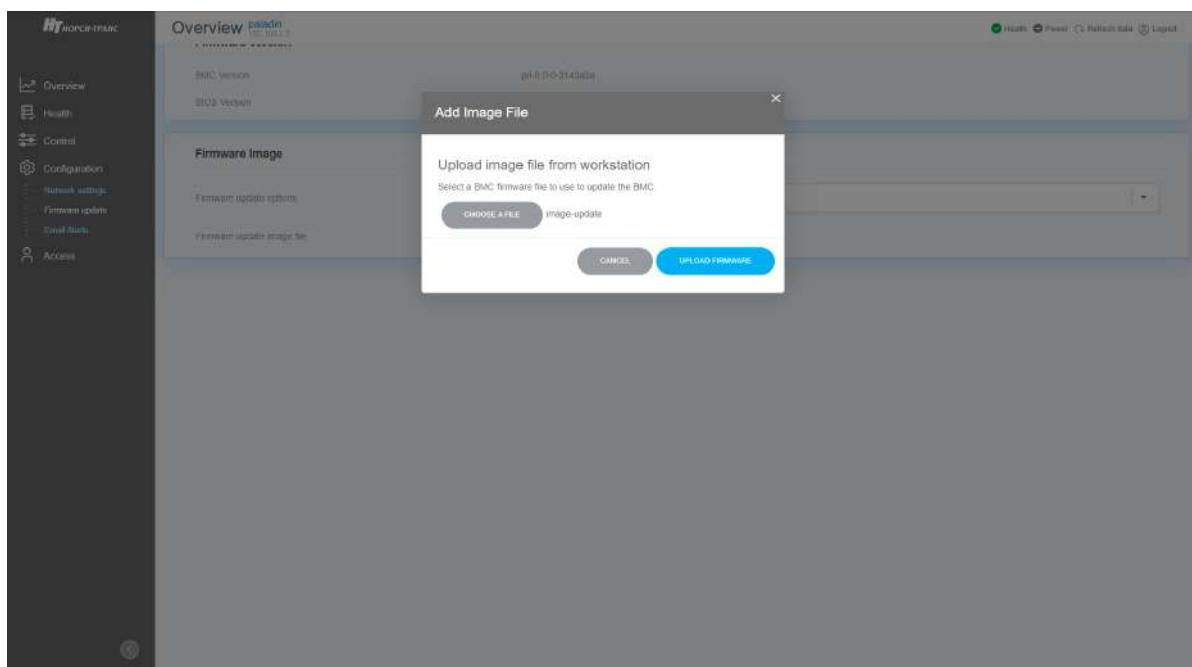

Рис. 78. Окно с активной кнопкой «UPLOAD FIRMWARE»
- 5) Нажмите на кнопку «UPLOAD FIRMWARE». Окно показано на рис. 78 Окно с активной кнопкой «UPLOAD FIRMWARE»